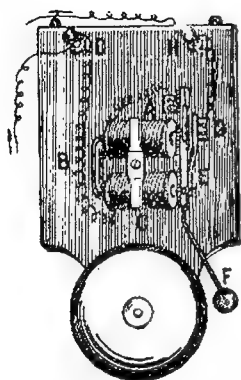

Fig. 100. — Clopot de sonerie electrică
56. Soneria electrică. Mai toată lumea a văzut un clopot de sonerie electrică. Fig. 100 arată un asemenea aparat după ce s'a ridicat capacul.